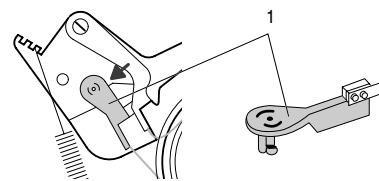

Fig. 19
- Pousser avec précaution l'extrémité de la bande de freinage (Pos. 1) dans le sens de la flèche et l'enlever (Fig. 19).